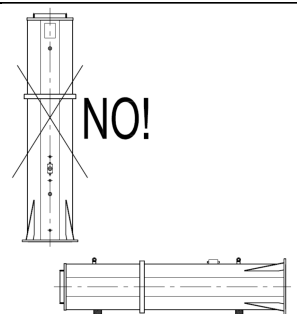

fig.7
- **Tous les éléments ou composants doivent être posés ou fixés de manière stable durant toutes les phases de la manutention, du transport et du stockage et ne doivent pas être renversés ni placés en position verticale ou sur un côté (fig.7).**